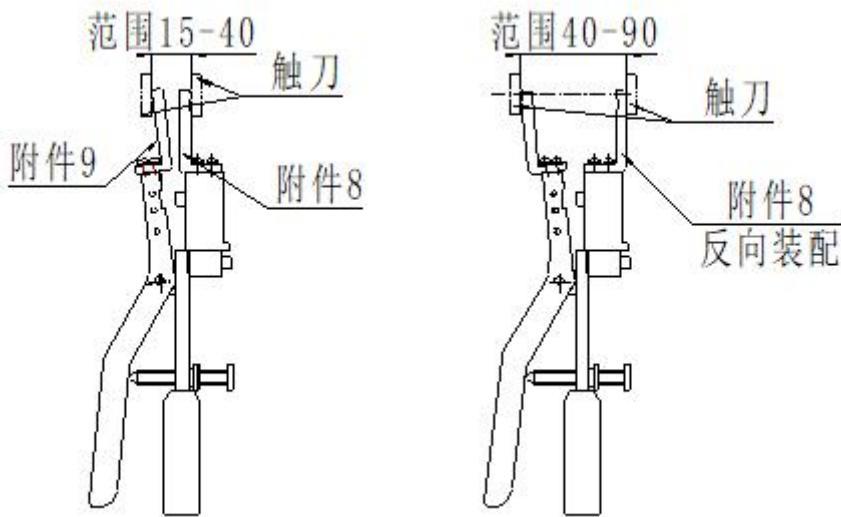

图 11 GN 系列户内隔离开关测量示意图
4.1.1 图 11 是测量户内隔离开关的示意图，装上附件 8、9 后可以测量触刀开距为 8-40mm